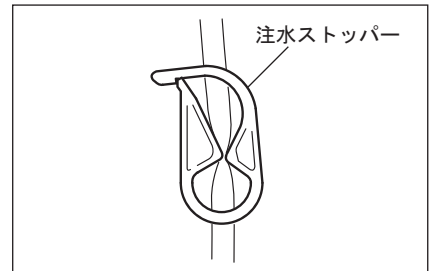

図11
- 1) 注水チューブ針と注水ポンプの間にある、注水ストッパーを（図11）のように閉めます。